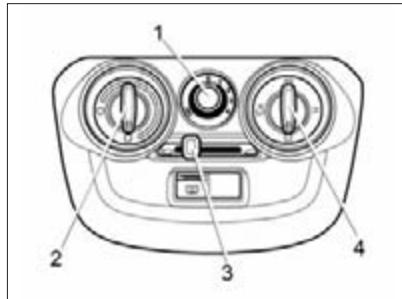
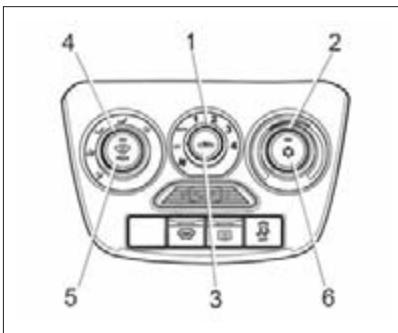

Рис. 40. Блок управления системой вентиляции и отопления
Рис. 42. Блок управления климатической системой (в вариантом исполнении)
Отопительно-вентиляционная установка автомобиля предназначена для создания в салоне комфортной температуры воздуха, значение которой регулируется блоком управления системой вентиляции и отопления (рис. 40). Однако она не может обеспечить в салоне температуру ниже, чем имеет наружный воздух.
- **рукоятку 2** (см. рис. 40) повернуть по часовой стрелке в крайнее правое положение до упора (синяя точка на блоке управления), а **в вариантом исполнении (см. рис. 42)** повернуть против часовой стрелки в крайнее левое положение синей зоны;
- **рукоятку 1** (см. рис. 40) переключателя режимов работы вентилятора поставить на скорость в зависимости от степени запотевания стекол.
- **рукоятку 2** (см. рис. 40) повернуть против часовой стрелки в крайнее левое положение до упора (красная точка на блоке управления), а **в вариантом исполнении (см. рис. 42)** повернуть по часовой стрелке в крайнее правое положение красной зоны;
– **рукоятку 1** (см. рис. 40) переключателя режимов работы вентилятора поставить на скорость в зависимости от степени запотевания стекол.
– **рукоятку 2** (см. рис. 40) повернуть против часовой стрелки в крайнее левое положение до упора (красная точка на блоке управления), а **в вариантом исполнении (см. рис. 42)** повернуть по часовой стрелке в крайнее правое положение красной зоны;
- **рукоятку 4** (см. рис. 40) установить в положение . ;
– **рукоятку 1** (см. рис. 40) переключателя режимов работы вентилятора отопителя поставить на максимальную скорость подачи воздуха в салон.
– **рукоятку 2** (см. рис. 40) повернуть против часовой стрелки в крайнее левое положение до упора (красная точка на блоке управления), а **в вариантом исполнении** (см. рис. 42) по часовой стрелке в крайнее правое положение красной зоны;
– **рукоятку 4** (см. рис. 40) установить в положение ;
исполнении (см. рис. 42) режим рециркуляции включается и выключается **кнопкой 3**.
В вариантом исполнении автомобиль комплектуется климатической установкой (рис. 42). Климатическая установка имеет режим кондиционирования, автоматический режим поддержания заданной температуры воздуха в салоне и автоматический режим очистки ветрового стекла.
системой вентиляции и отопления (см. рис. 40), логика и алгоритмы управления, описанные выше для системы вентиляции и отопления, верны и для климатической установки. Кроме того, климатическая система позволяет обеспечивать охлаждение воздуха, подаваемого в салон автомобиля, автоматический режим поддержания заданной температуры воздуха в салоне и автоматический режим очистки ветрового стекла.
2. Включите вентилятор, установив **рукоятку 1** (рис. 42) в одно из положений «1», «2», «3», «4» или «AUTO».
4. Включите максимальную скорость вентилятора климатической установки, установив **рукоятку 1** (см. рис. 42) в положение «4».
С помощью **рукоятки 2** (см. рис. 42) можно установить желаемую температуру воздуха в салоне. Климатическая система будет автоматически поддерживать установленную температуру воздуха в салоне в пределах производительности климатической установки и установленного допуска. Для наиболее эффективной работы в автоматическом режиме под-
При повторном нажатии **кнопки 5** (см. рис. 42) с символом автоматический режим очистки ветрового стекла выключится и климатическая система вернется в исходное состояние.